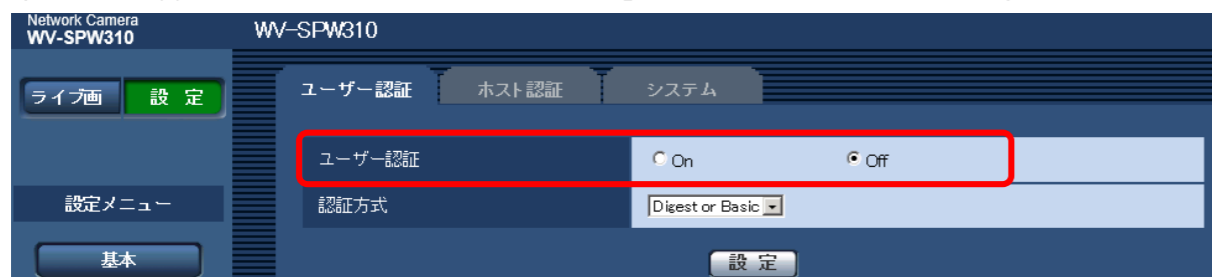

図5 ユーザー認証の設定
(1) ユーザー管理メニュー内のユーザー認証を「ON」にしないでください。(図5)